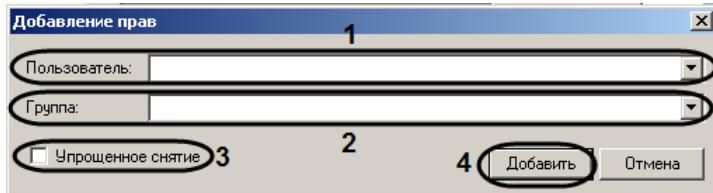

Рис. 3.2—8 Добавление прав
7. Из раскрывающегося списка **Группа** выбрать объект **Права охранной сигнализации**, соответствующий правам, которые следует назначить выбранному пользователю (см. Рис. 3.2—8, 2).